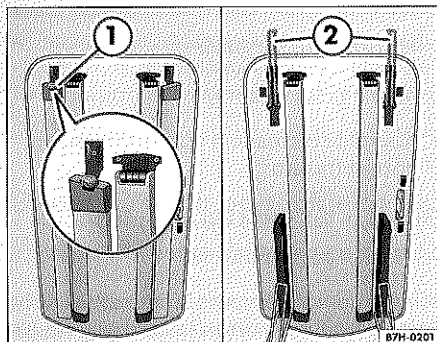
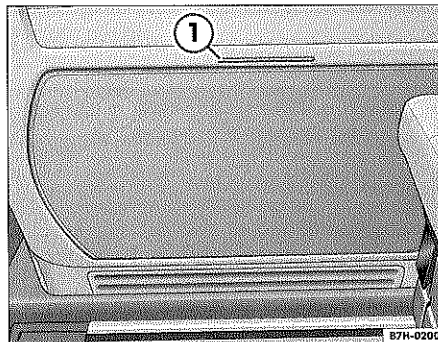

Fig. 23 Mandos de la mesa de camping
Fig. 24 Mesa de camping de la puerta corrediza
La mesa de camping va alojada en la puerta corrediza ⇒ fig. 24. Se compone de un tablero con cuatro patas plegables. Mediante el tornillo ⇒ fig. 23 ① es posible ajustar la altura de la pata para que no cojee la mesa sobre un firme irregular.
- Oprima la manilla ⇒ fig. 24 ① para desbloquear la mesa de camping.
- Corrija la altura de la pata mediante el tornillo ⇒ fig. 23 ①, en caso de firme irregular.
- Tire de las guías de la mesa hacia fuera ⇒ fig. 23 ② completamente.